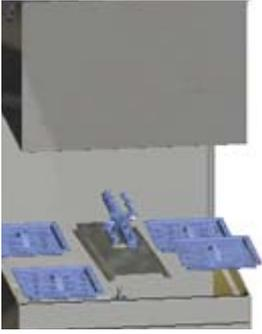

fig. 8
- Controllare che il filtro sia ben alloggiato nella propria sede (fig. 8). Il filtro deve essere pulito ogni 20 cicli di lavaggio e ogniqualvolta si renda necessario. **È vietato il funzionamento della macchina senza filtro.**
- Inserire il tubo di troppopieno nell'apposita sede all'interno della vasca (fig. 8).